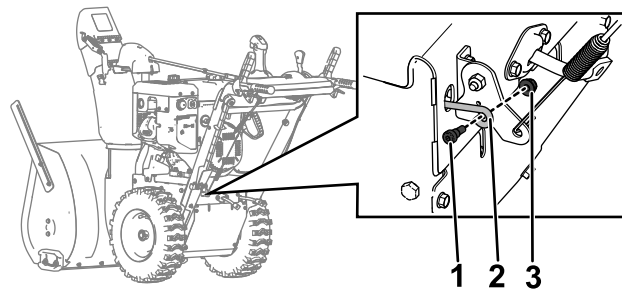

Figuur 6
8. Neem de bestaande beugel van de tractiekabel weg van de aanslagbeugel; u moet hiervoor de borgmoer en -bout verwijderen (Figuur 6).